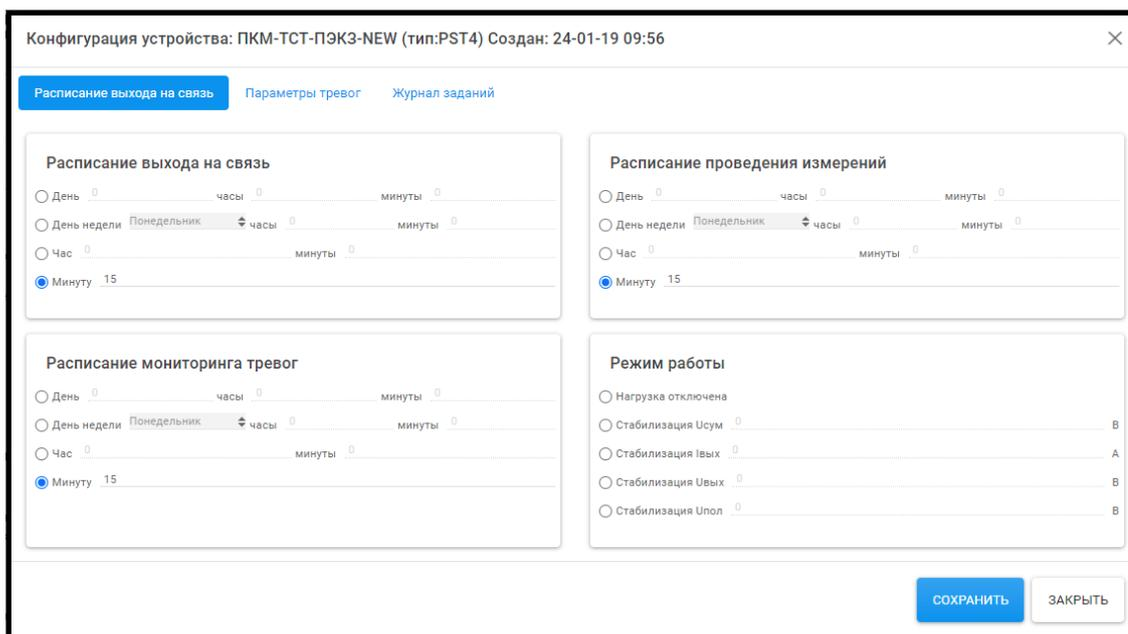

Рисунок 13 – Вкладка «Расписание выхода на связь» окна конфигурации
2.5.4.8 Вкладка «Расписание выхода на связь» содержит блоки для настройки расписаний и режим работы устройства (в зависимости от типа устройства). Например, для устройств ПКМ-ТСТ доступны блоки настройки «Расписание выхода на связь», «Расписание проведения измерений» и «Расписание мониторинга тревог», а для устройств ПЭКЗ-ТСТ к перечисленным блокам настройки добавляется блок «Настройка режима работы» (рисунок 13).